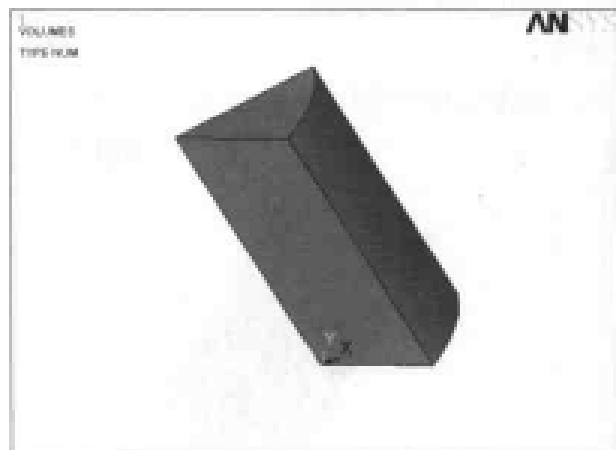

图 9-30 生成的几何模型结果显示
(8) 选择 Utility Menu | Plot | Volume 命令, ANSYS 显示窗口显示所生成的几何模型, 如图 9-30 所示。
(9) 选择 Main Menu | Preprocessor | Meshing | Size cntrls | Manual Size | Lines | Picked lines 命令, 出现 Element Size On Picked Lines 菜单, 在文本框中输入 1, 2, 3, 5, 7, 9, 单击 OK 按钮, 出现 Element Size On Picked Lines 对话框, 在 NDIV No. of element divisions 文本框中输入 10。
(10) 单击 Apply 按钮, 出现 Element Size On Picked 菜单, 在文本框中输入 4, 6, 8, 单击 OK 按钮, 出现 Element Size On Picked Lines 对话框, 在 NDIV No. of element divisions
文本框中输入 20, 结果如图 9-30 所示, 单击 OK 按钮关闭该对话框。